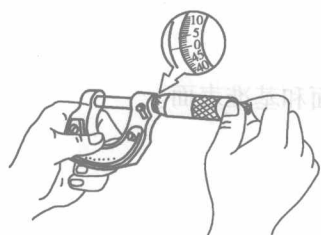

图 1-1-17 0~25mm 千分尺零位检查
①测量前,先擦净砧座和测微螺杆的端面,校正千分尺的零线是否对齐(见图 1-1-17)。